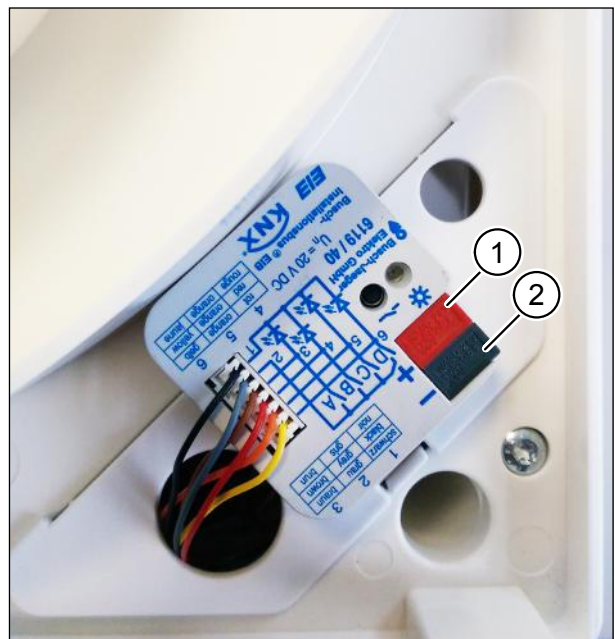

Abb. 13: EIB-Buskabel an EIB-Universalschnittstelle 6119/40 anschließen
- ▶ Schließen Sie die Busader „+“ an die rote Klemme (Pos. 1 in Abb. 13) an.
- ▶ Schließen Sie die Busader „-“ an die graue Klemme (Pos. 2 in Abb. 13) an.